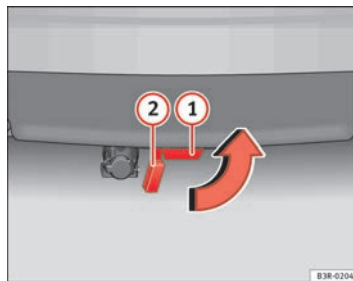

Fig. 162 Pare-chocs arrière : mise en place du bouchon obturateur
- Extrayez la boule d'attelage par le bas, hors du tube de fixation **(1)** ⇒ page 214, fig. 162. Lors de cette opération, le bouchon obture automatiquement le tube de fixation **(2)**.